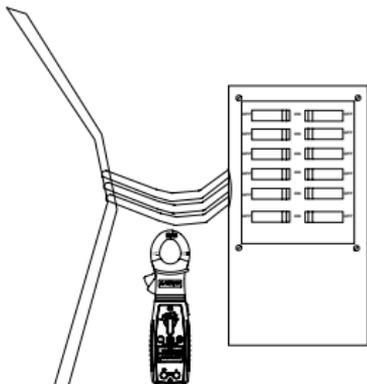

图7. 非接触式电压(NCV)测量
1. 从仪表上断开测试线。在任何选定功能/量程下按下“NCV”按钮。屏幕将关闭，LED闪烁，发出短促的“啾啾”声，表示在进行自检。参见图7。